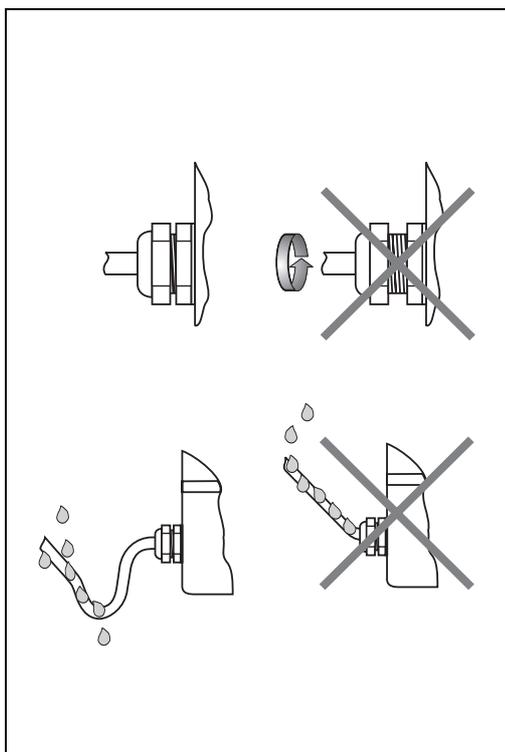

Fig. 5
- Serrer les presse-étoupe (fig. 5).
- Former une boucle avec le câble avant de l'insérer dans le presse-étoupe pour éviter la pénétration d'humidité (fig. 5).